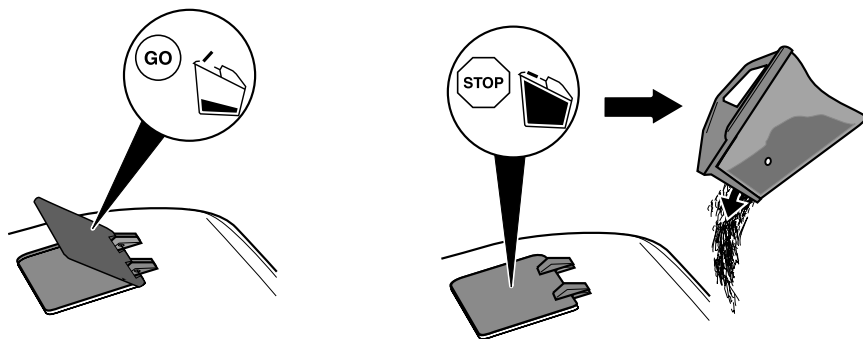

Рис. 9
- При пустом травосборнике во время скашивания индикатор открыт (Рис. 9).
- При наполнении травосборника индикатор не открывается (Рис. 9). В этом случае необходимо немедленно прекратить работу и очистить мешок травосборника.